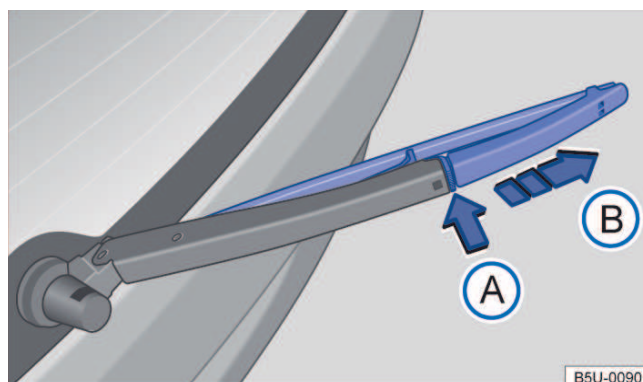

Fig. 129 Substituir a palheta do limpador do vidro traseiro.
- Manter o botão de destravamento → Fig. 129 ❶ pressionado.
- Retirar a palheta do limpador do vidro traseiro no sentido da seta ❷.